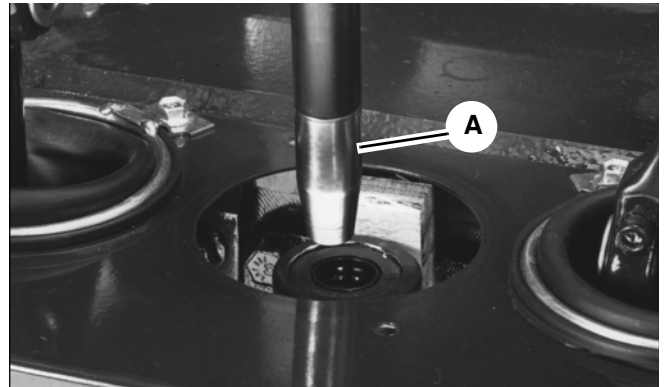

Figura 7B
Cuando se quiten las barras de empuje para realizar mantenimiento o reparaciones, se necesita una herramienta de instalación de barra de empuje (A) (Número de pieza Jacobsen 517693) para no dañar las juntas de labio triple. [Ver la Figura 7B]